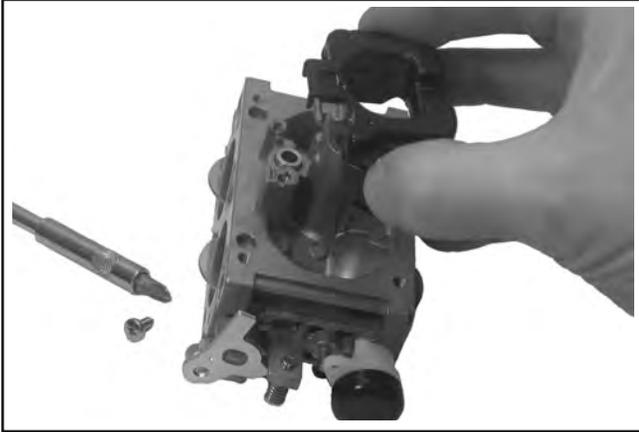

Abbildung 5-17. Entfernung der Einlassnadel und des Schwimmers.
- Die Schraube des Schwimmerstifts entfernen und den alten Schwimmer, den Stift und die Einlassnadel entfernen. Siehe Abbildung 5-17. Alle Teile entsorgen. Die Aufnahme der Einlassnadel darf nicht gewartet und keinesfalls entfernt werden.